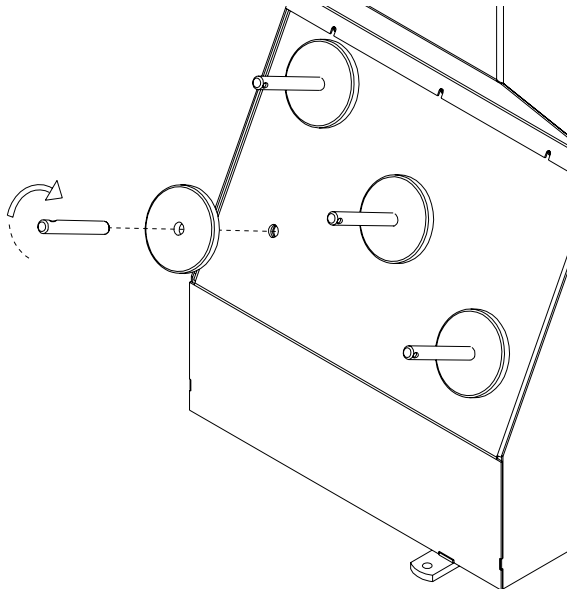

Figura 7
**B.** Instale los pernos accesorios (Figura 7). Apriete firmemente.